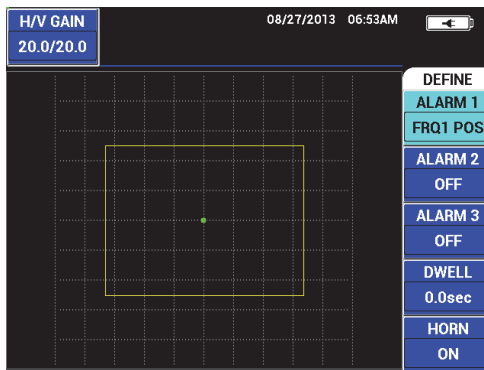

図 5-239 アラーム極性
3. ノブを使ってアラームの極性を選択します。FRQ1 **正**は正のアラーム極性を有効にし、FRQ1 **負**は負のアラーム極性を有効にします（301 ページの図 5-239 を参照）。